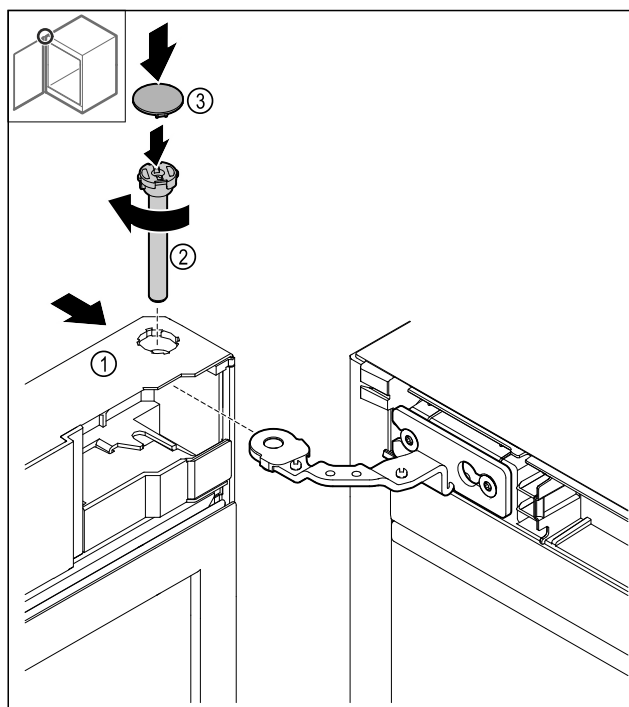

Fig. 47
- Плъзнете вратата Fig. 47 (1) отгоре върху пантата.
- Вкарайте болта Fig. 47 (2) и го затегнете в посока на часовниковата стрелка.
- Нахлузете капака Fig. 47 (4).